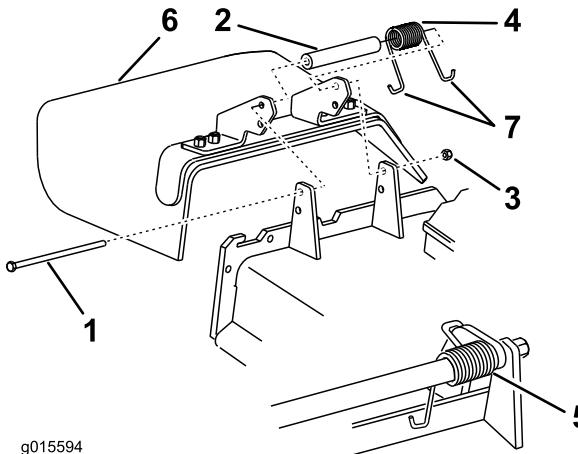

Figura 86
1. Togliete il dado di bloccaggio, il bullone, la molla e il distanziale che fissano il deflettore alle staffe orientabili del tosaerba (**Figura 86**).
2. Togliete il deflettore di sfalcio se è danneggiato o consumato (**Figura 86**).
Nota: Verificate che un'estremità a gancio J della molla si trovi dietro il bordo del piatto di taglio prima di montare il bullone, come illustrato nella **Figura 86**.
6. Infilate l'estremità a gancio J della molla attorno al deflettore dello sfalcio (**Figura 86**).